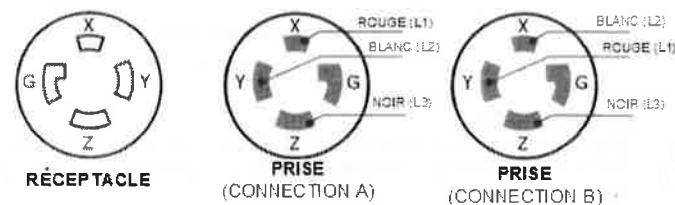

FIG. 2
Avant de terminer la connexion électrique, vérifiez la rotation du vis sans fin (4). Quand la touche ON est pressée, le vis sans fin doit tourner dans le sens antihoraire, voyant l'appareil à l'avant. Si le vis sans fin tourne en sens horaire, appuyez sur la touche d'arrêt et débranchez l'appareil. Interchange 2 des 3 câbles d'alimentation entrants. (Voir fig. 2)